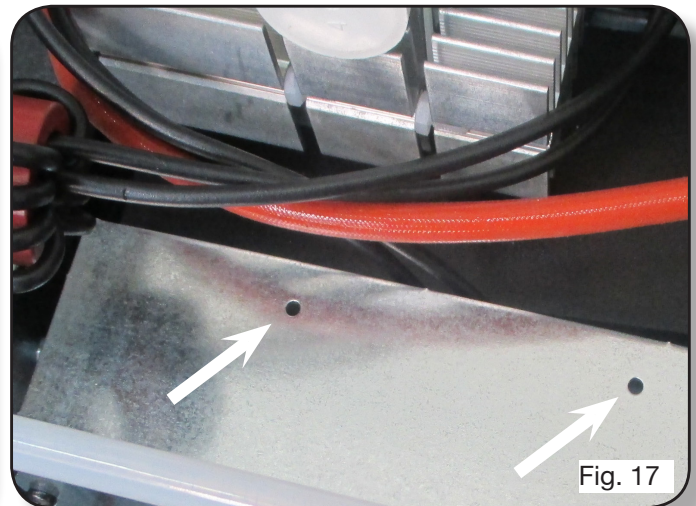
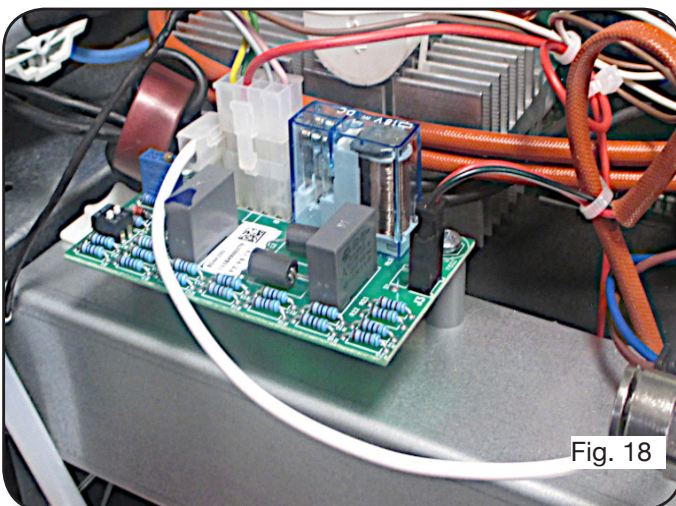

Fig. 17
Fig. 18
- Enchufar el circuito de interfaz (cod.5602598) a la barra de refuerzo lateral utilizando los dos espaciadores cilíndricos de plástico gris y los dos tornillos autorroscantes como se muestra en la fig. 17 y la fig. 18